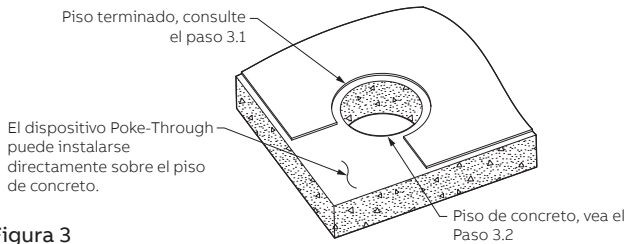

Figura 3
3.2 Taladre con sacabocados un orificio de 6" (152.4 mm) de diámetro. El tamaño real del orificio puede ser de 6 1/8" (155.57 mm) de diámetro debido a la tolerancia de construcción de la broca y al lugar de trabajo (Vea la Figura 3).